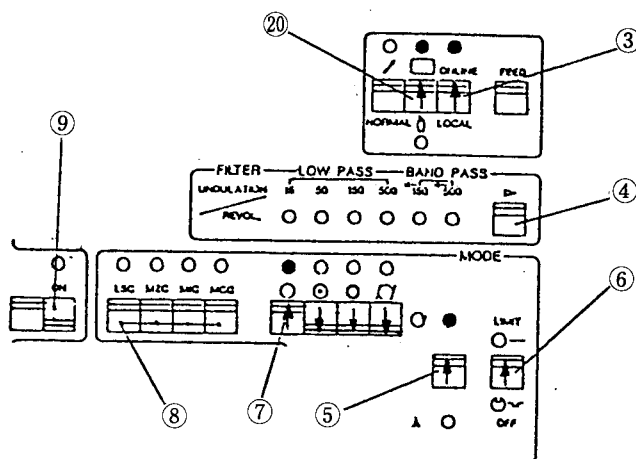

図5-15
② 測定条件設定
- (1) ③、⑤、⑥、⑦、⑨のスイッチを図5-15の様に設定する。
- (2) 真円度判定モード指定スイッチ⑧より偏心補正方法の選定をする。
- (3) FILTER切替えスイッチ④により使用したいフィルタ値を選定する。
- (4) 結果を自動的に出力させたい場合は、自動—手動切替スイッチ⑩を自動側（↑↔↓）に設定する。